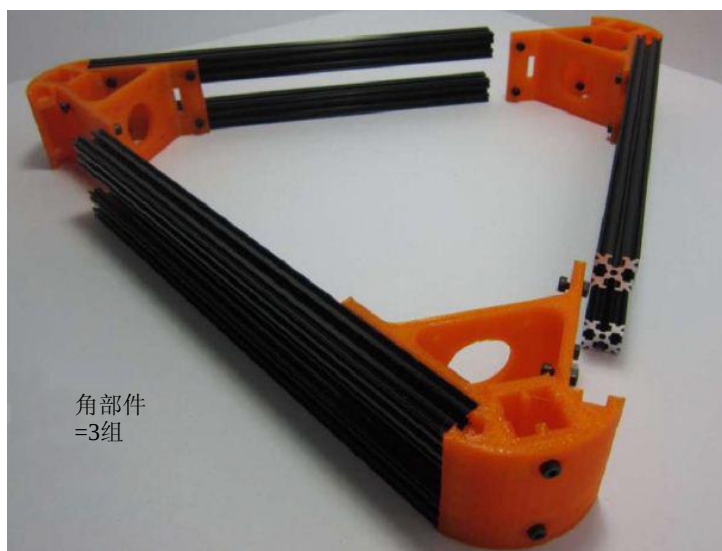

图 5-41 三组角部件
- 一共三组角部件, 分别进行组装, 如图 5-41 所示。